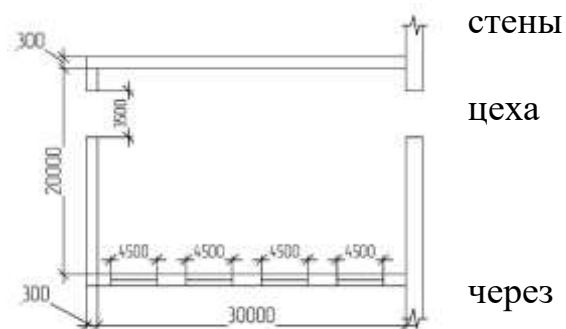

Рис. 1
1) Определить теплопотери через наружные помещения кузнечного цеха (рис. 1), если высота помещения 10 м , температура внутри $t_b = 16^\circ\text{C}$; $K_{nc} = 0,4 \frac{\text{Вт}}{\text{м}^2 \cdot ^\circ\text{C}}$; $t_{b.z.} = 20^\circ\text{C}$ (температура верхней зоны). Цех находится в г. Курске.